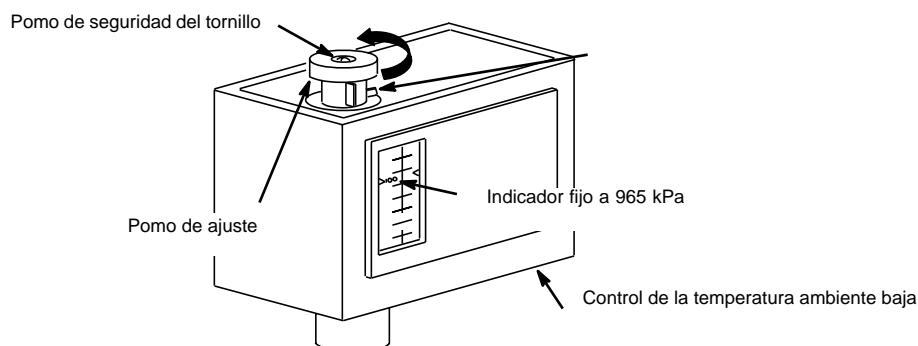

Figura 45
1. Afloje el botón que asegura el tornillo de tal manera que el botón vaya más allá del tope fijado en el control (vea figura 45).